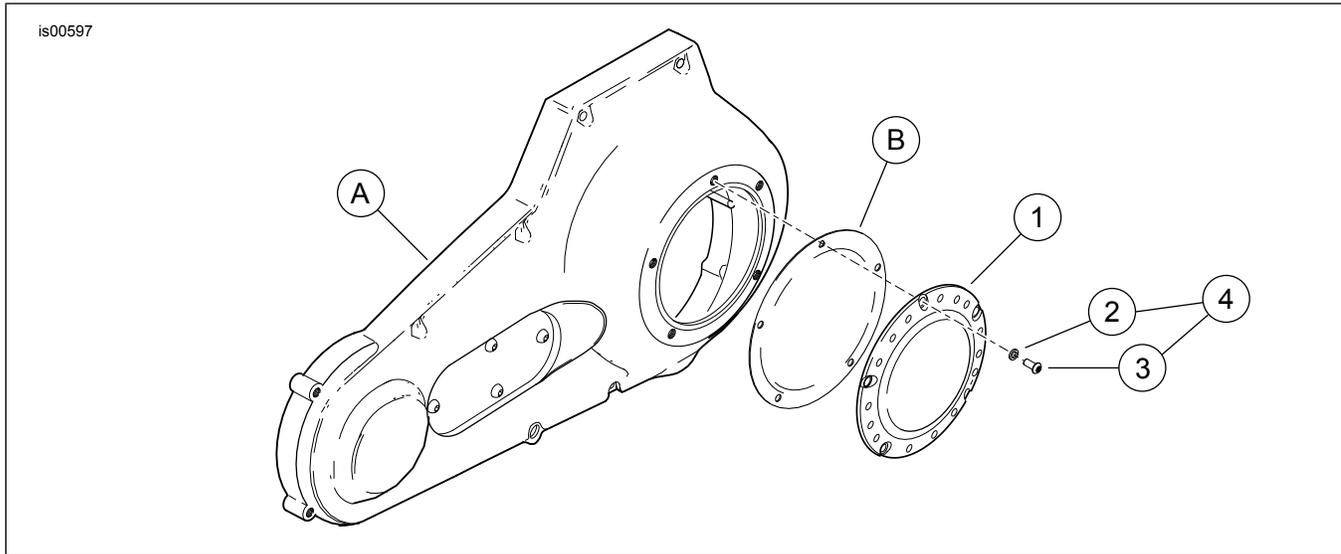

Figura 2. Peças de reposição: kit da tampa de inspeção da embreagem estilo Billet cromada
Veja a Figura 2 e a Tabela 1.
- b. Veja a Figura 2. Coloque uma arruela (2) do kit nas roscas de um dos **novos** parafusos (3). Insira o parafuso através do furo superior na tampa de inspeção da embreagem e enrosque-o com cuidado até o fim através do furo triangular na gaxeta. Não empurre o parafuso através do furo.